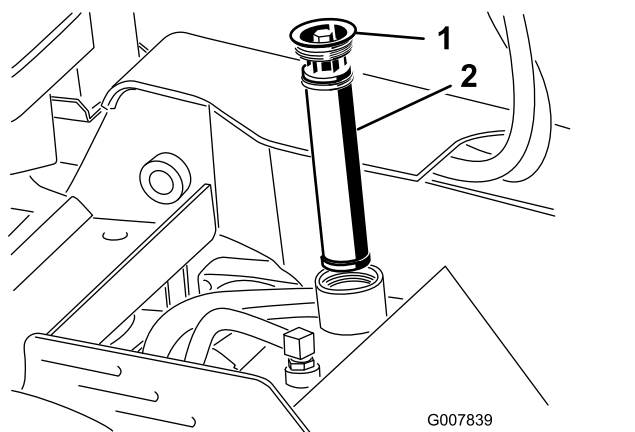

Figura 61
4. Retire y deseche el filtro usado (Figura 61).
5. Instale el filtro hidráulico de sustitución y el tapón de llenado (Figura 61) y apriete el perno del tapón a entre 13 y 15,5 N·m.
5. Retire el tapón de llenado del depósito hidráulico y el filtro (Figura 61).
10. Instale el filtro hidráulico y el tapón de llenado (Figura 61) y apriete el perno del tapón a entre 13 y 15,5 N·m.